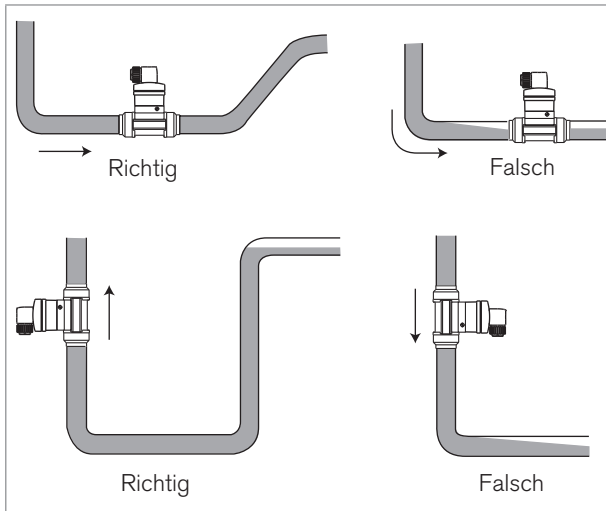

Bild 5: Zusätzliche Installationsempfehlungen
- Das korrekte Befüllen der Rohrleitung gewährleisten (siehe Bild 5).